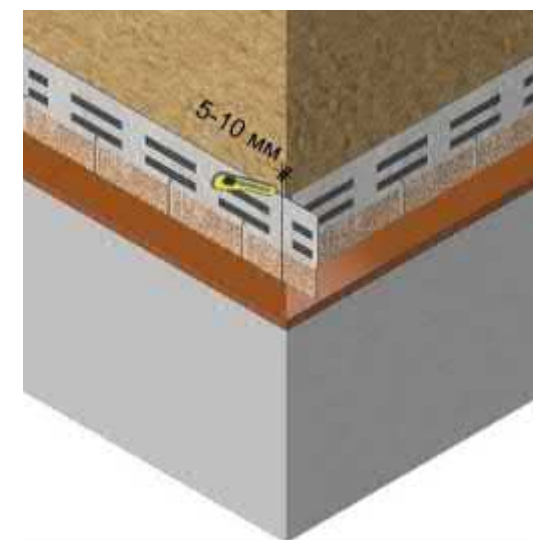

Рис. 14. Подрезка фасадной плитки при подходе к углам.
8.4.2 В случае отделки откосов фасадной плиткой, при подходе к внешним углам оконных проёмов торцы крайней в ряду плитки необходимо обрезать с отступом от края 5-10 мм (как на внешних углах, рис. 14).
8.4.6 Если глубина откоса превышает 100 мм, то оконный проём следует обрамлять при помощи внешнего угла (тип 2, таблица №2) или наличника (тип 4, таблица №2). При этом откос обшивается лепестками фасадной плитки. В данном случае при подходе к внешним углам откосов торцы крайней в ряду фасадной плитки необходимо обрезать с отступом от края 5-10 мм (как на внешних углах, рис. 14).